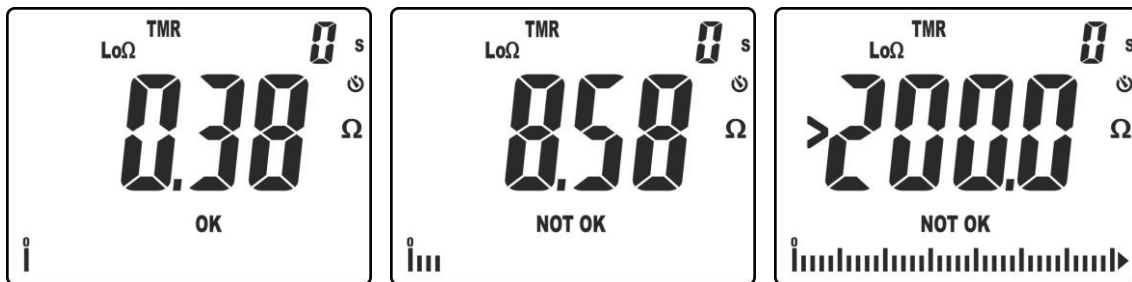

Fig. 31: Risultati della misura di continuità in modo TMR
10. Nella videata di Fig. 31 – parte sinistra è presente un risultato positivo del test "OK" (valore minore della soglia impostata e corrente di prova $>200\text{mA}$). Nella videata di Fig. 31– parte centrale è presente un risultato negativo del test "NOT OK" (valore superiore alla soglia impostata e corrente di prova $<200\text{mA}$). Nella videata di Fig. 31 – parte destra è presente risultato negativo "NOT OK" corrispondente al fuori scala (simbolo ">200.0")